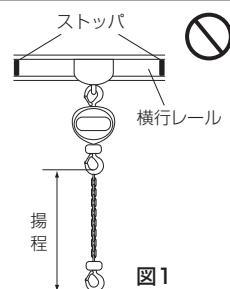

図1
- (4) トロリと組み合わせて使用される場合は、トロリの取扱説明書を熟読し正しくご使用ください。
- (5) トロリを取り付けられるレールの両端末にはストップバを取り付けてください。図1